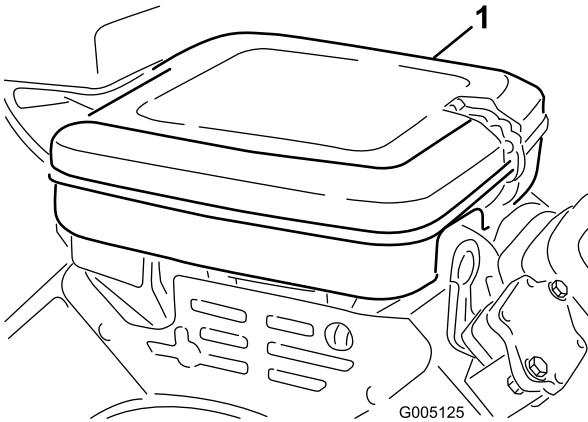

Figura 42
1. Solte os dispositivos de bloqueio e retire a cobertura do filtro do ar (Figura 42). Limpe bem a cobertura.